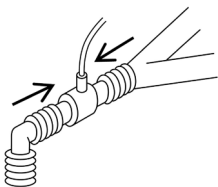

Figure 1
1. Connecter l'adaptateur pour voies aériennes à l'extrémité proximale du circuit de ventilation entre le tube endotrachéal et la partie en Y du ventilateur, comme illustré à la figure 1.